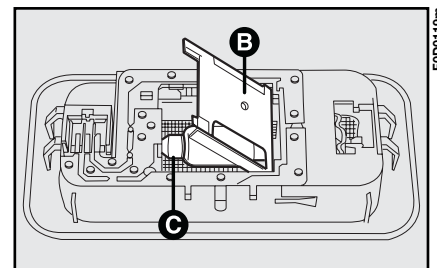

fig. 32
2) sollevare il coperchietto **B**-fig. 32 ed asportare la lampada bruciata.